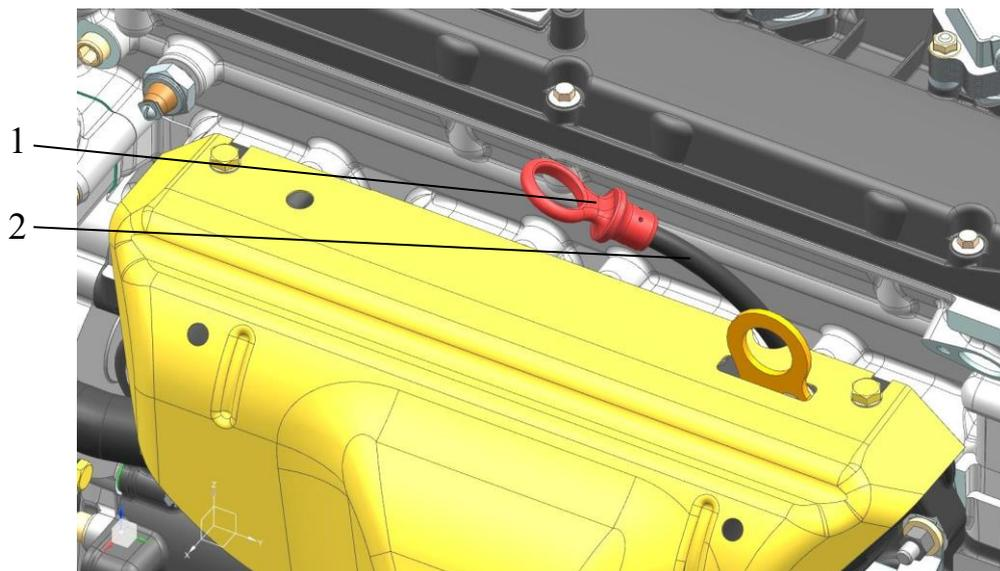

Рис.205. Установка стержневого указателя уровня масла:
14. Установить стержневой указатель уровня масла 1 (рис.205) в трубку 2 до упора.